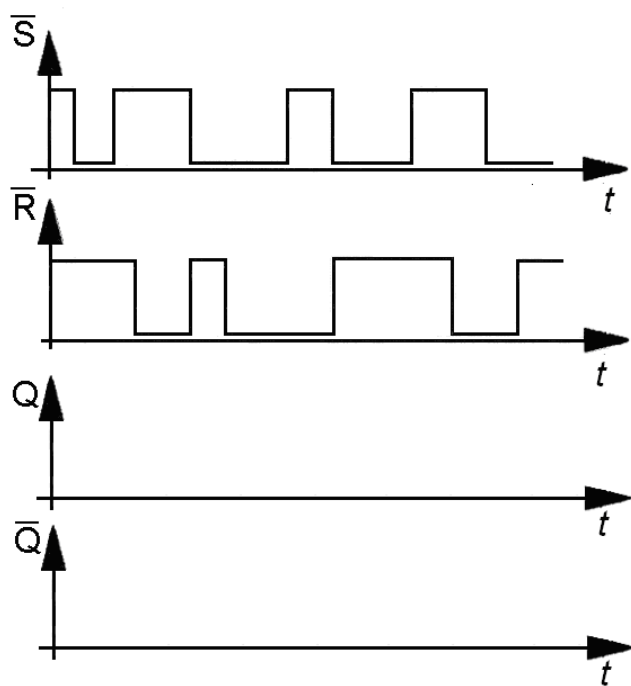

Рис. 3
13. Временные диаграммы входов S и R RS-триггера с инверсными входами представлены на рис. 3. Изобразите временную диаграмму выходов.